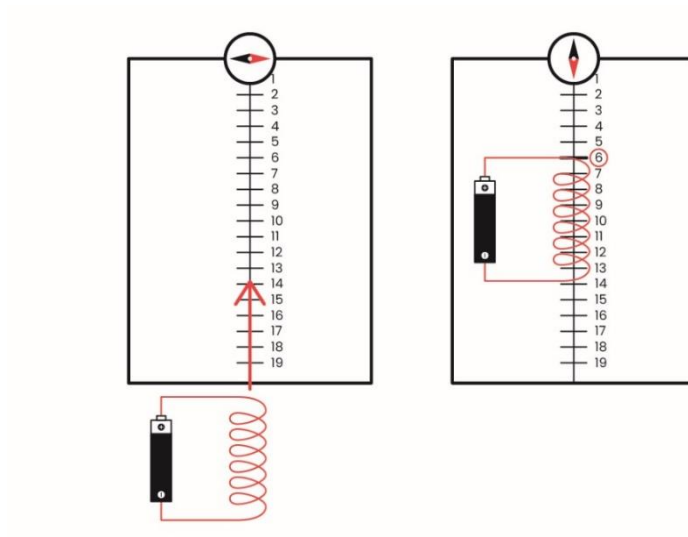

Abb. 3 Der Verlauf des Experiments
1. Lege den Kompass an der Stelle 0 auf das Blatt. Richte das Blatt Papier so aus, dass die Kompassnadel senkrecht zur Skala auf dem Papier ist (s. Abb. 3).
2. Lege den Elektromagneten wie in Abbildung 3 gezeigt auf die Skala und verbinde das freie Ende des Drahtes mit Isolierband mit dem Pluspol der Batterie.